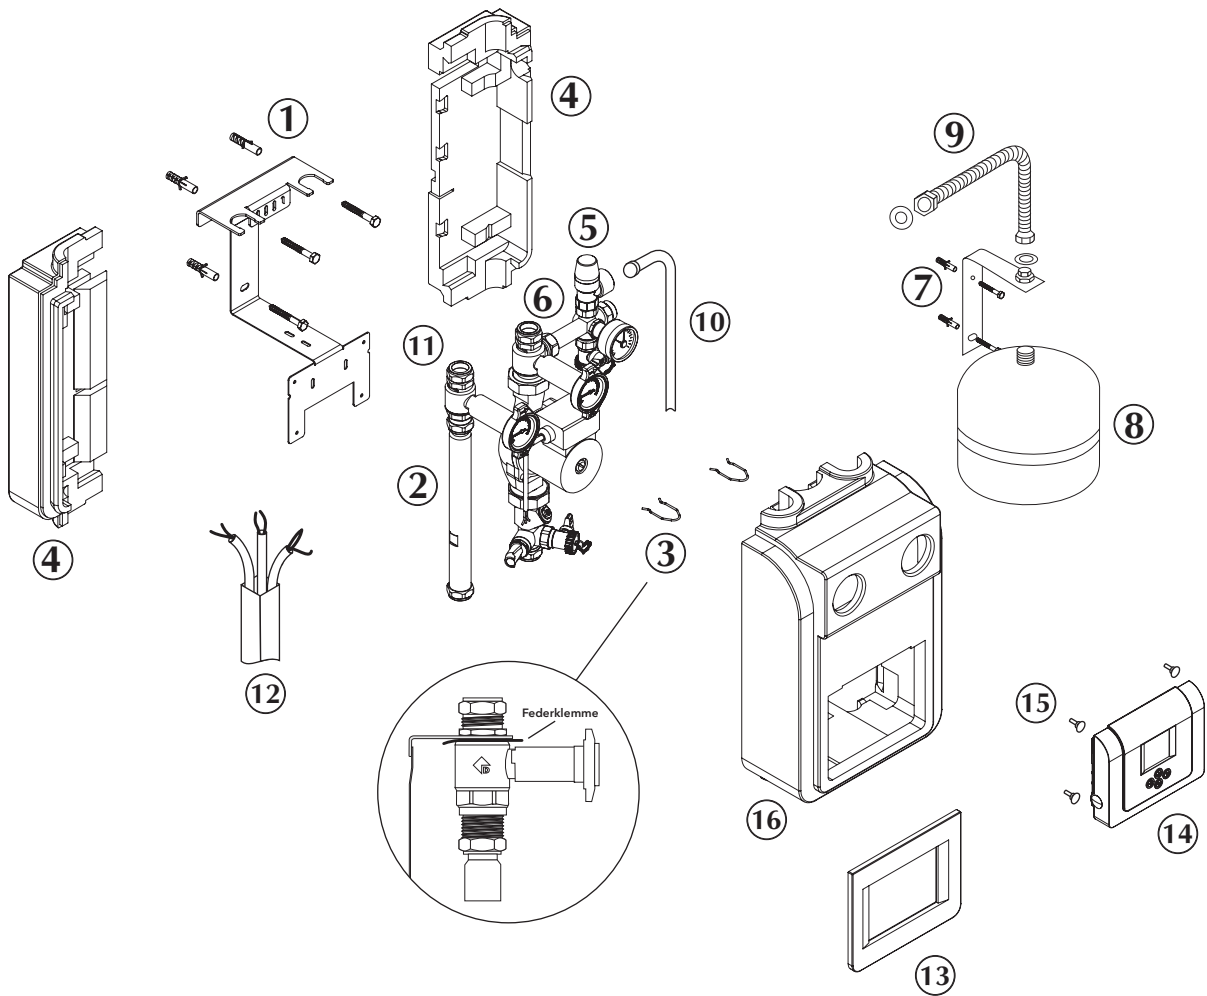

Bild 4 CIRCO 5 Solarkeisstation und ihre Bauteile (Nummerierung siehe Zahlen in Klammern bei den Montageschritten)
1. Wandhalter (1, s. Bild 4) an der vorgesehenen Fläche mit einer Wasserwaage ausrichten, die 3 Bohrungen anzeichnen, bohren und mit den beiliegenden Dübeln und Schrauben befestigen.
2. Die beiden Armaturenstränge (2 + 6) in die vorgesehenen Aussparungen des Wandhalters aufschieben und mit den beiden Federklemmen (3) unterhalb des Halblechs sichern.
3. Die beiden rückseitigen Isolierhälften (4) mit den Aussparungen auf dem Wandhalter dicht zusammenschieben.
4. Die Sicherheitsarmaturen (5) mit der beiliegenden $\frac{3}{4}$ "-Dichtung an den freien Abgang der Rücklauftemperatur (6) mit Maulschlüssel SW30 anschließen.